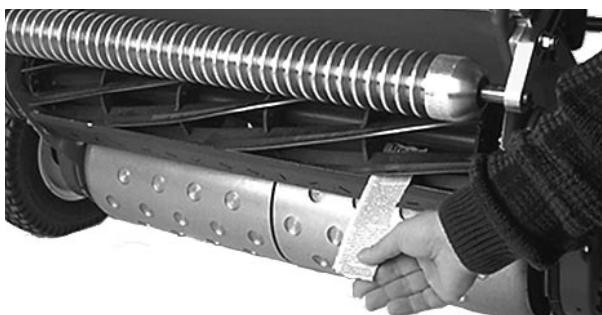

Fig. 5
3. Inserire una lunga striscia di giornale da un lato anteriore del cilindro, fra il cilindro e la controlama (Fig. 5). Fare girare lentamente il cilindro in avanti e nel contempo serrare la vite di regolazione della controlama (dallo stesso lato del cilindro), uno spigolo per volta, fin quando la carta non sia leggermente 'pizzicata' quando viene inserita dal davanti, parallela alla controlama, cosicché tirandola si nota una lieve resistenza (Fig. 4).
5. Dopo la regolazione verificare se il cilindro pizzica la carta quando viene inserita dal davanti e se la taglia quando viene inserita ad angolo retto rispetto alla controlama (Fig. 5). Si deve potere tagliare la carta con un minimo contatto tra controlama e lame del cilindro. Se la resistenza èeccessiva occorre effettuare la lappatura o affilare l'apparato di taglio fino ad ottenere il tagliente necessario per un taglio di precisione (vedi manuale di affilatura del cilindro Toro).